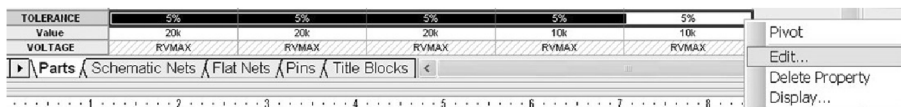

图 11.5 对所有电阻的容差属性进行选定
3. 在 **Property Editor** 属性编辑器中，选中 **Tolerance** 容差属性整行（或整列）然后通过 **rmb > Edit** 对容差参数进行设置（见图 11.5）。